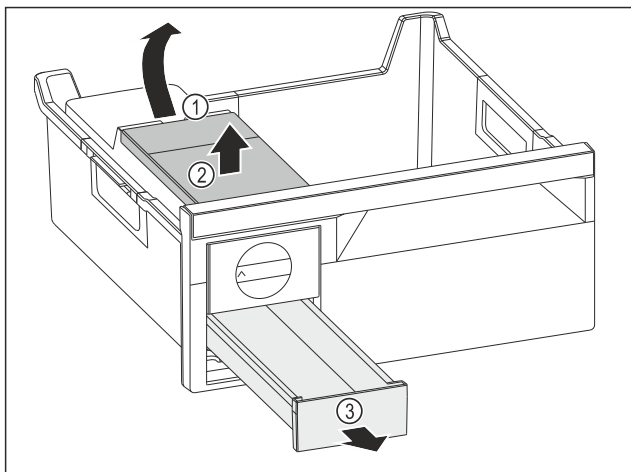

Fig. 81
- ▶ Udtagning af vandtank: Løft vandtanken i udsparringen Fig. 81 (1).
- ▶ Tag vandtanken Fig. 81 (2) op og ud.
- ▶ Tag isterningseskuffen Fig. 81 (3) frem og ud.